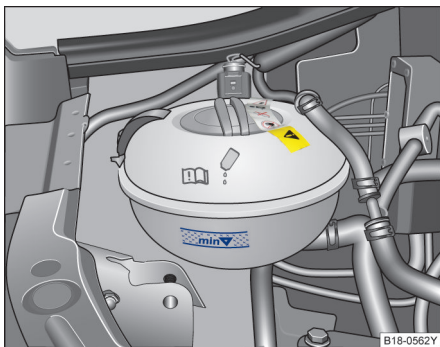

图 135 冷却液补偿容器上的液位标记
- 电驱动装置处于冷态时检查冷却液液位是否处在膨胀罐侧面的标记范围内。⇒ 图 135